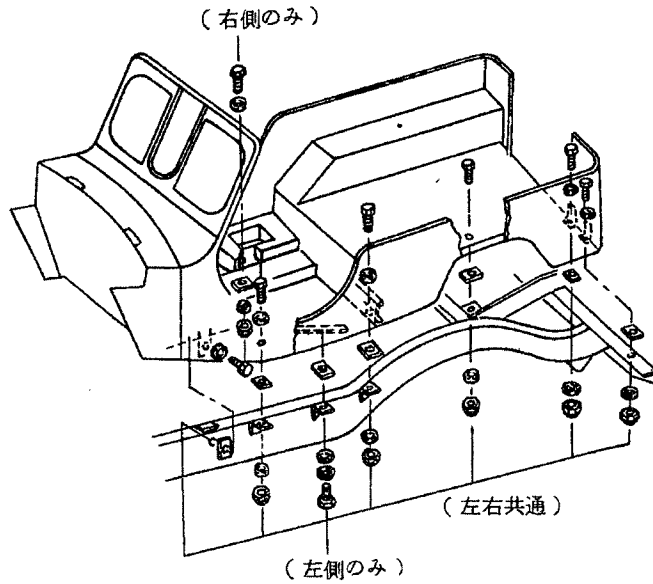

図16-4 ボデーの取付け
- c ボデーをフレームへ装着している各ボルトを取りはずします。(図16-4参照)
- a ボデーのフレームおよびフェンダーの締付けボルトを取付けます。(図16-4参照)